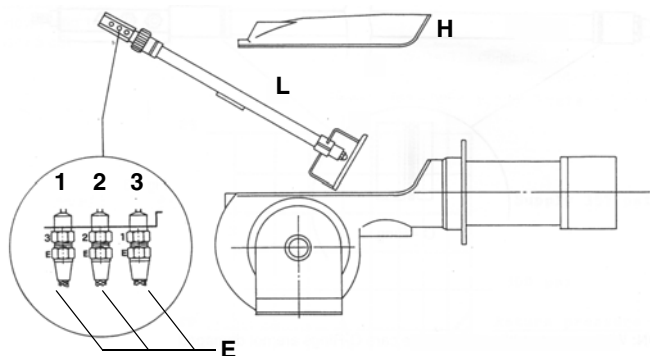

Рис. 22
- Открутить мазутные соединительные детали Е, которые крепят мазутные шланги к фурме, и снять полностью весь узел, как показано на Рис. 22.